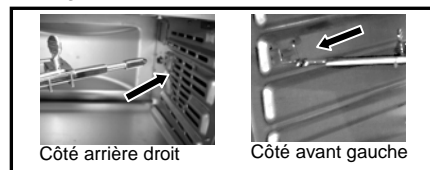

Fig. 2
6. Insérez l'extrémité pointue de la broche à rôtir dans la cavité située sur la droite, à l'arrière de la paroi du four. Assurez-vous que l'extrémité carrée de la broche à rôtir repose sur le porte-tige situé sur la gauche, à l'avant de la paroi du four. (Fig.2)